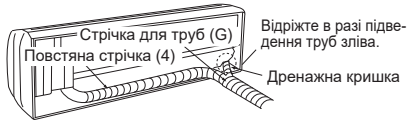

Fig. 1
- Щоб вода легко зливалася, дренажний шланг потрібно направити донизу (Fig. 1).
- 1) Складіть труби холодоагенту та дренажний шланг до купи й надійно обмотайте повстяною стрічкою (4) з кінця. Ширина перекриття повстяної стрічки (4) повинна дорівнювати 1/3 ширини стрічки. Закріпіть кінець повстяної стрічки (4) стяжкою.
- 2) Витягніть дренажну кришку ззаду й справа на внутрішньому блоці (Fig. 1).
- 1) Правильно розріжте мідну трубу труборізом (Fig. 1, 2).